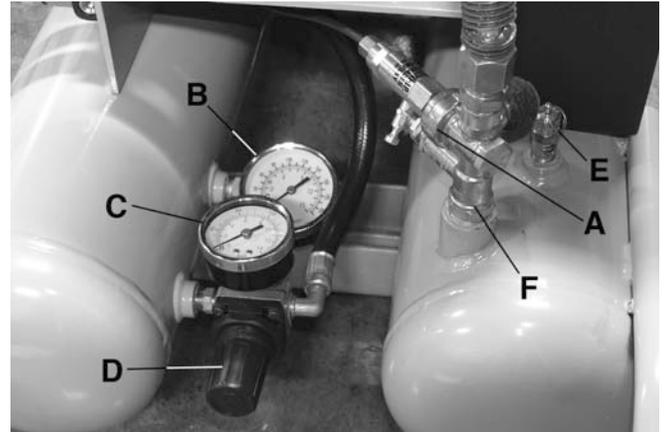

FIGURE 3
ACCÉLÉRATEUR DE MOTEUR (A) FIG.3: L'accélérateur de moteur ralentit automatiquement le moteur au ralenti lorsque la pression des réservoirs atteint la pression "déclenchement" établi en usine (pression maximale). Lorsque la pression des réservoirs chute sous la pression d'"enclenchement" établi en usine, le moteur accélère automatiquement et le compresseur pompe de l'air supplémentaire dans les réservoirs d'air.
MANOMÈTRE POUR PRESSION DE RÉSERVOIR (B) FIG.3: Le manomètre pour pression du réservoir indique la pression d'air de réserve dans les réservoirs.
MANOMÈTRE POUR PRESSION DE SORTIE (C) FIG.3: Le manomètre pour pression de sortie indique la pression d'air disponible sur le côté sortie du régulateur. Cette pression est contrôlée par le régulateur et est toujours inférieure ou égale à la pression des réservoirs.
RÉGULATEUR (D) FIG.3: La pression d'air provenant des réservoirs d'air est contrôlée par le régulateur. Tirez sur le régulateur pour le déverrouiller et ensuite tournez le régulateur dans le sens horaire pour augmenter la pression ou en sens anti-horaire pour diminuer la pression. Pour éviter un nouveau réglage mineur après avoir modifié le réglage de pression, approchez toujours la pression désirée depuis une pression plus basse. En réduisant d'un réglage plus élevé à un réglage plus bas, réduisez d'abord à une pression inférieure à celle désirée, puis amenez à la pression désirée. Suivant les besoins en air de chaque accessoire particulier, il peut être nécessaire de régler la pression d'air contrôlée de sortie pendant l'utilisation de l'accessoire.
SOUPAPE DE SÛRETÉ ASME (E) FIG.3: La soupape de sûreté protège contre la surpression des réservoirs en "sortant" à sa pression maximale réglée en usine (150 lb/po²).
SOUPAPE D'ARRÊT (F) FIG.3: Lorsque le compresseur est en marche, la soupape d'arrêt est "ouverte" et l'air comprimé peut ainsi entrer dans les réservoirs d'air. Lorsque le compresseur atteint la pression de "déclenchement", la soupape d'arrêt "se ferme", et la pression d'air peut ainsi demeurer à l'intérieur des réservoirs.
- 2) Tirez l'anneau de la soupape de sûreté (E) Fig.3, en laissant l'air se vider des réservoirs jusqu'à ce que la pression de réservoir soit environ 20 lb/po². Relâchez l'anneau de la soupape de sûreté.
REMARQUE: Si une ou les soupapes de vidanger sont colmatées, tirez l'anneau de la soupape de sûreté (E) Fig.3, et tenez jusqu'à ce que toute la pression d'air ait été relâchée. La soupape peut alors être retirée, nettoyée et remise en place.